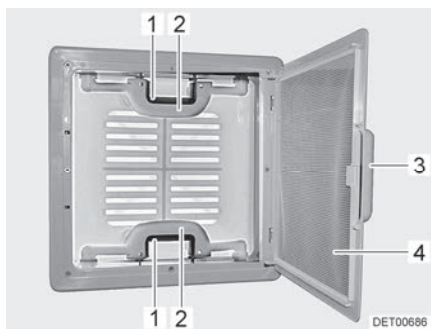

Bild 16 Taklucka med snäpplås
- Drag i handtaget (Bild 16,3).
- Fäll ned insektsskyddet (Bild 16,4).
- Tryck snäpplåset (Bild 16,1) mot takluckans insida. Tryck samtidigt takluckan uppåt med handtaget (Bild 16,2).
- Fäll upp insektsskyddet (Bild 16,4) så att det hakar i.
- Drag kraftigt ner takluckan med hjälp av båda handtagen (Bild 16,2) så långt, att snäpplåsen (Bild 16,1) går i lås.